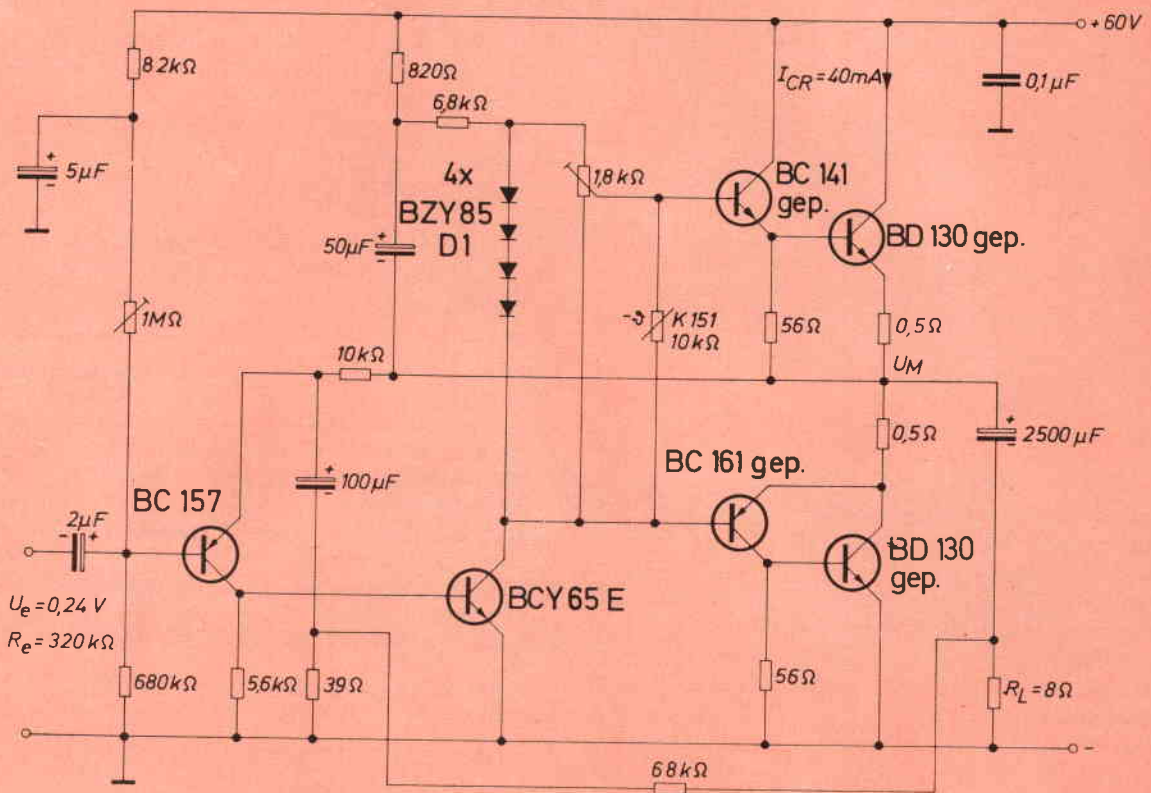

Fig. 9
L'amplificatore dello schema di fig. 9 possiede un ulteriore stadio preamplificatore, con cui si ottiene un
**DATI TECNICI dell'amplificatore a quattro stadi di fig. 9**